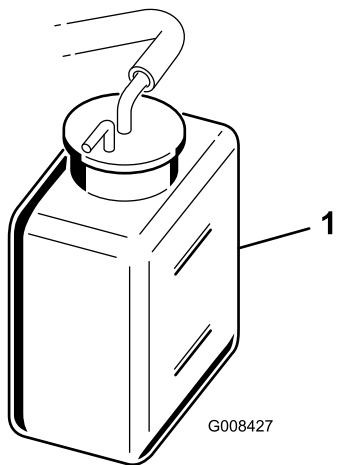

Bild 44
2. Prüfen Sie den Kühlmittelstand (Bild 44).